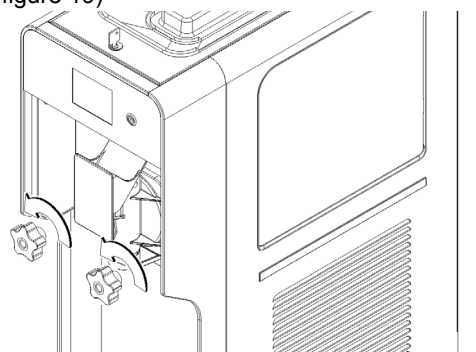

figure 19
- 5** Dévisser les deux poignées de fixation du groupe du robinet. (voir figure 19)
- 4 Remonter le groupe du robinet en suivant la séquence inverse à celle illustrée sur la Figure 19 et le remettre dans son siège.